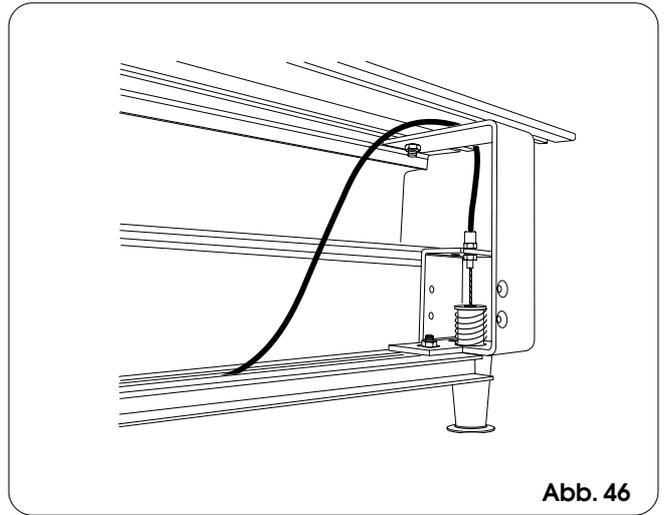

Abb. 46
- Den Stahldraht spannen, bis die Klemme innen an den Griff anschlägt (Abb. 46).